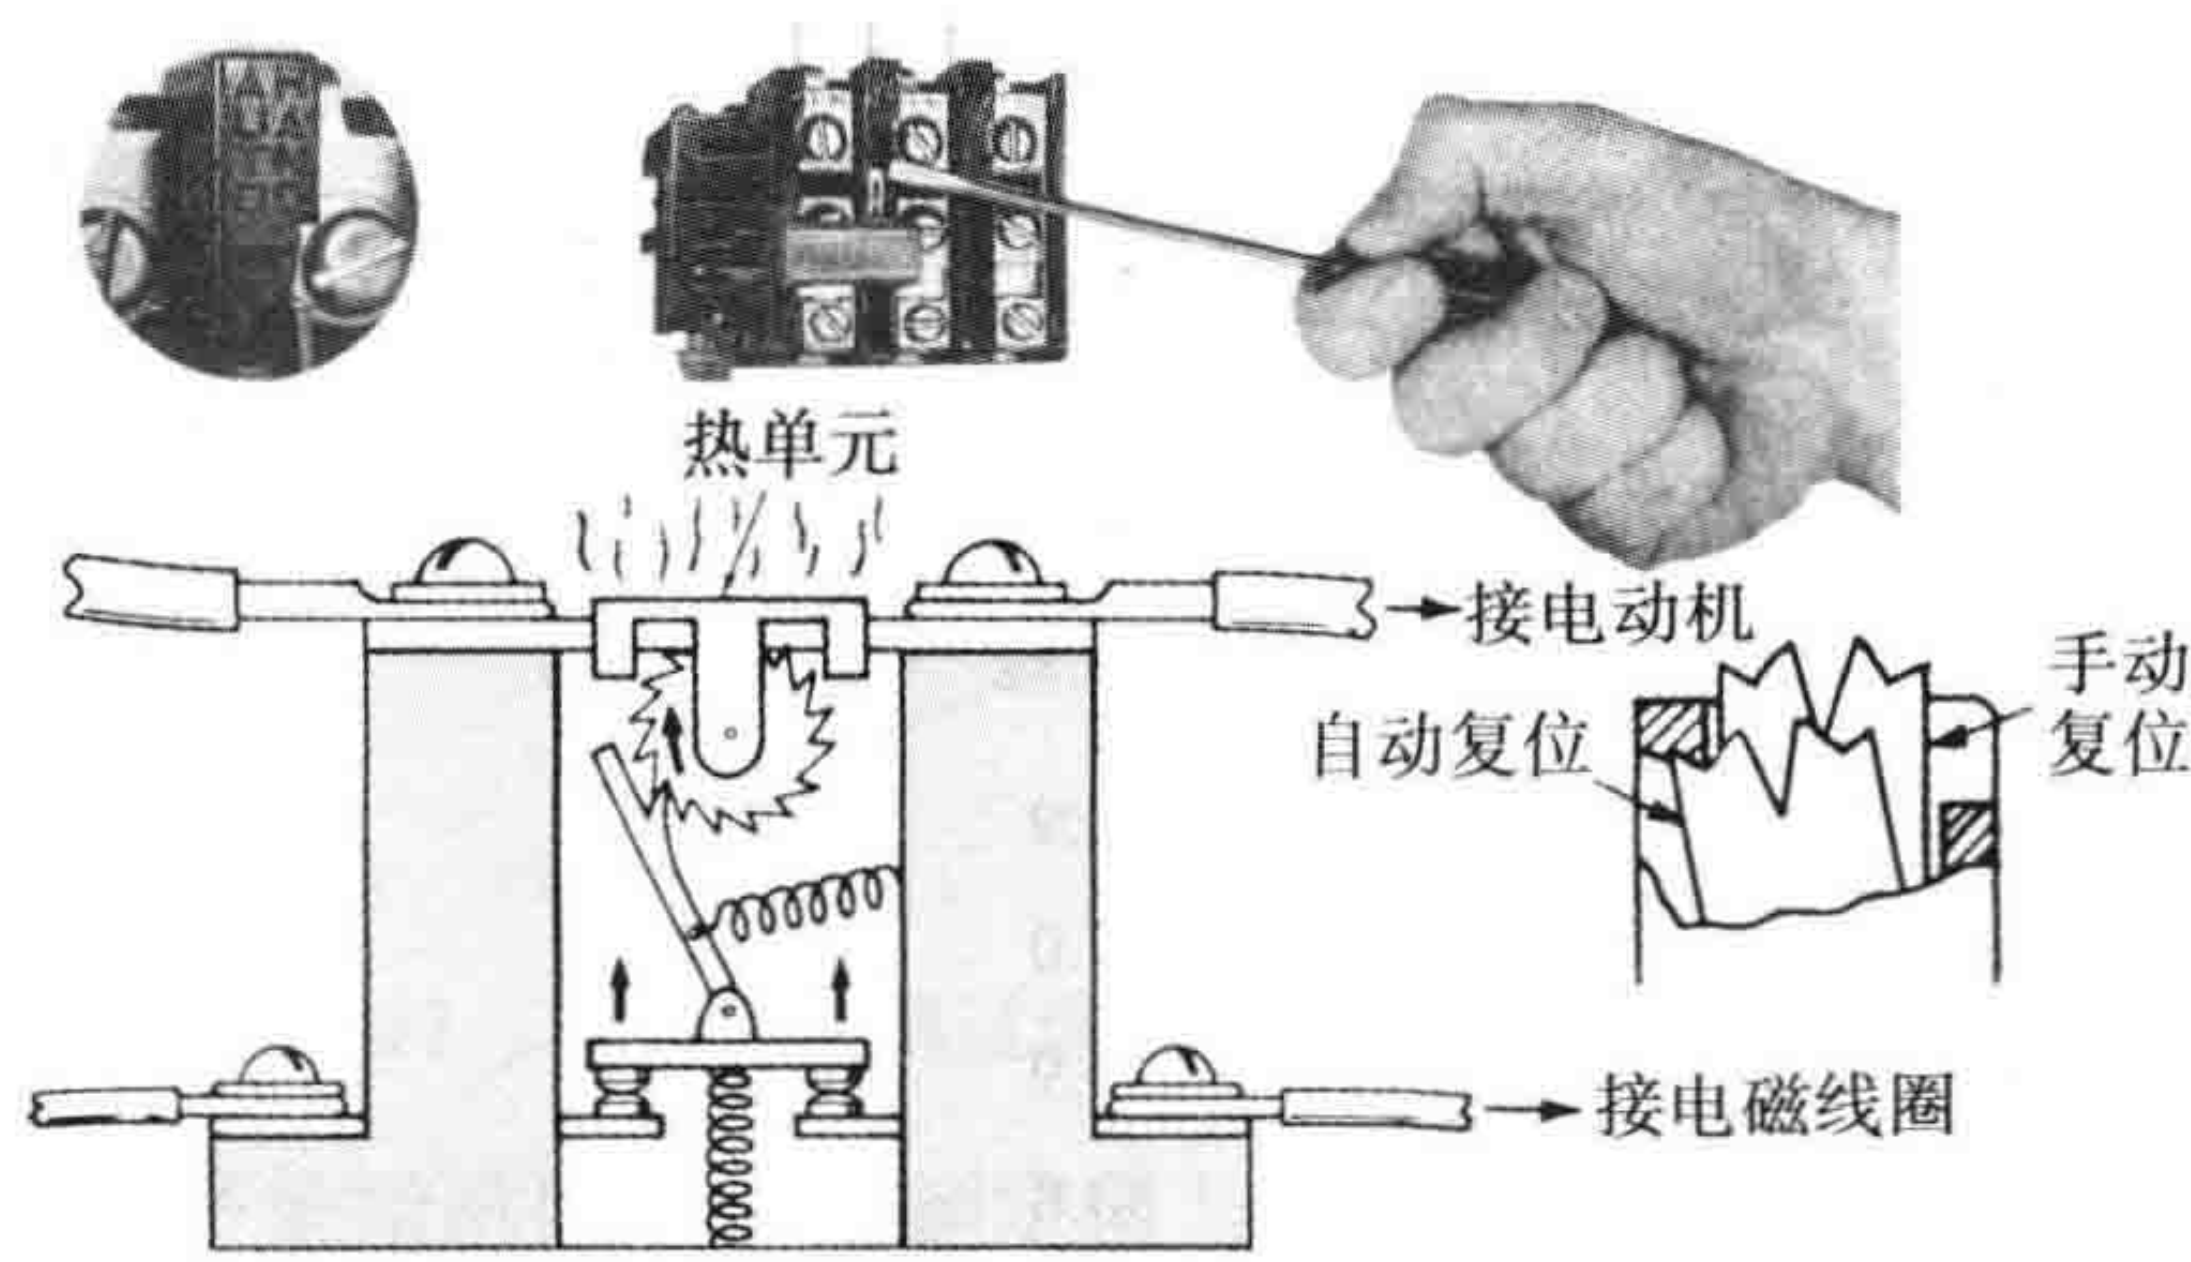

图 7-39 易熔合金过载继电器的操作
**安装热单元** 在操作电动机之前，永远要确定起动器中是否安装着正确的热单元。应该始终需要安装热单元，安装热单元时要保证从起动器的正面可以读出它们的分类名称（见图 7-39）。安装易熔合金热单元时应确保按下复位按钮时，棘爪部件与棘轮齿良好咬合。起